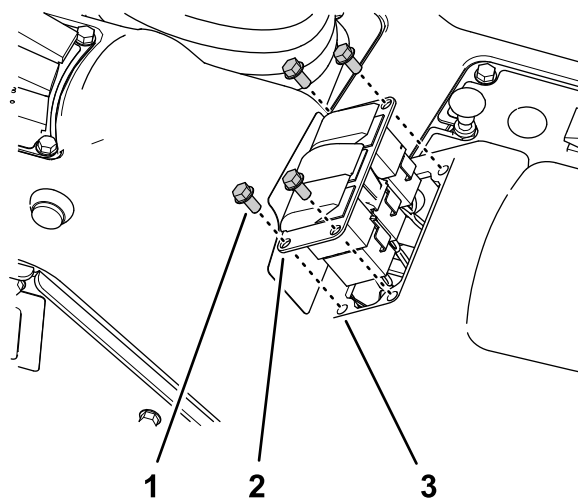

Figura 33
1. Rimuovete le 4 viti a testa flangiata ($\frac{1}{4}$ " x $\frac{1}{2}$ ") che fissano il pannello a 3 interruttori al quadro di comando (Figura 33).
3. Scollegate il connettore a 8 prese del cablaggio preassemblato della macchina (indicato come **comando del volume**) dal connettore a 8 pin dell'interruttore (Figura 33).
6. Allineate il tappo dell'interruttore con l'apertura nel pannello a 3 interruttori in cui avete rimosso il comando del volume (Figura 33).
7. Inserite il tappo dell'interruttore nel pannello a 3 interruttori fino a quando il tappo non scatta saldamente nel pannello (Figura 33).